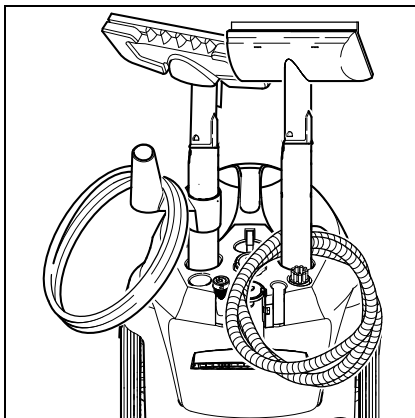

Fig. 3
- ➔ Stikk forlengerrørene i den store tilbehørsholderen (se fig. 3).